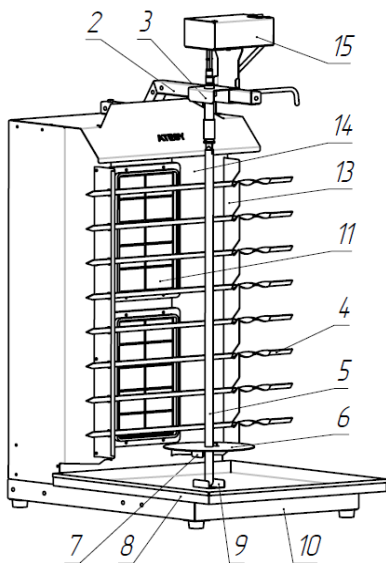

Рис.2
4.13. В установке «Шаурма-2М(3М) газ с электроприводом» (рис.2) перед включением электропривода (15) в сеть убедитесь в целостности электрошнура, вилки, наличии и исправности заземления сетевой розетки.